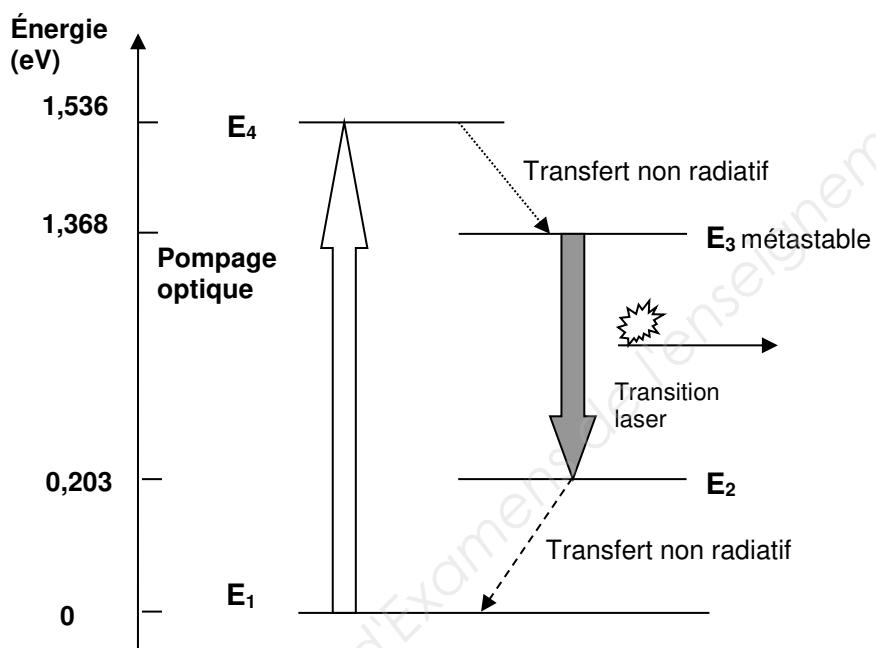

Figure 4 : mécanisme d'émission à quatre niveaux
A.1 Le mécanisme d'émission de ce laser est un système à quatre niveaux (figure 4). Vérifier que la longueur d'onde de la radiation émise par le laser,  $\lambda_e$ , est bien celle donnée en annexe 1. Préciser le domaine d'appartenance de cette radiation.